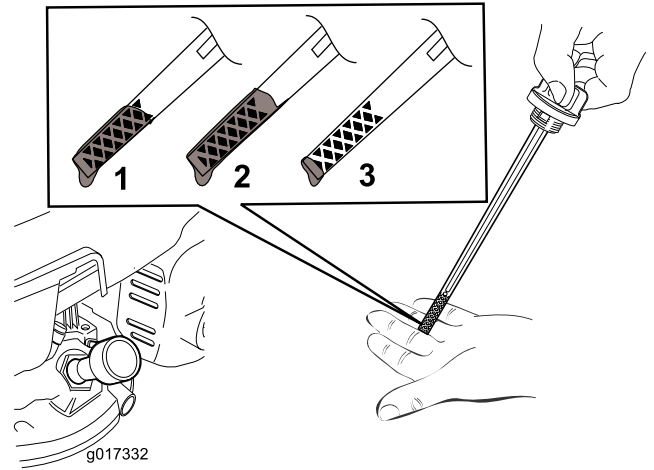

图7
2. 拆下量油尺(图7)。
**注意** 向发动机曲轴箱添加机油直到量油尺显示机油油位达到图7中所示的正确位置。如果发动机加注机油过多则需要按照**更换机油(页码 14)**的说明去除多余机油。